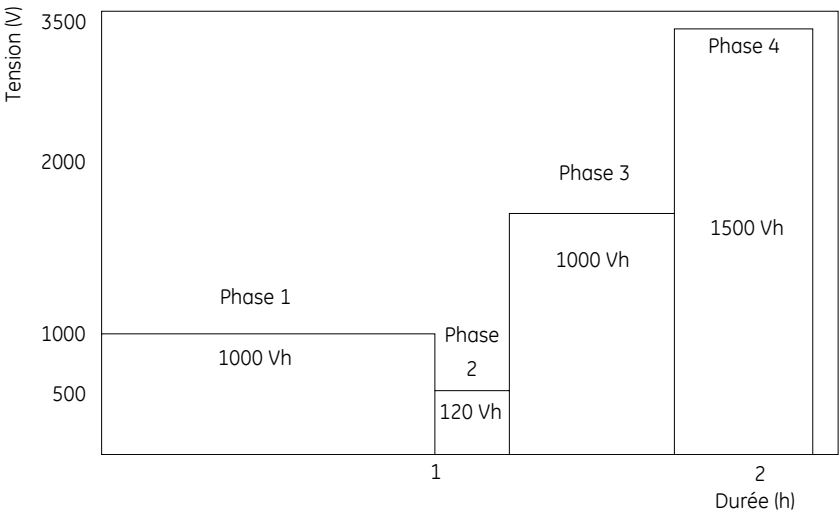

Fig 3. Programmation du profil de tension-limite par étapes (mode STEP). Les paramètres représentés sont les mêmes que ceux qui sont indiqués dans la Table 1.
- 1. Programmation d'une procédure (voir les Fig 3, 4 et 5);